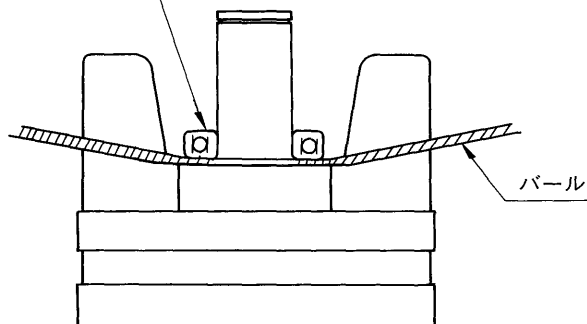

図15 入力ベアリング分離要領
②入力ベアリング①の分離、スピロロック⑦を取りはずし、入力ベアリング①を入力ハウジング②より木片等を利用しプラハンマーで軽くたたき、分離します。
③入力ベアリング②の分離、S型ストップリング③を専用プライヤーで取りはずし、図15のようにボールにて専用プーラの爪が押入出きる段まで押し上げる。